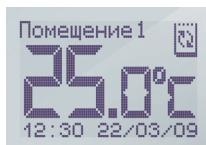

Рис. 17
5. Нажмите кнопку возврата (выход) для перехода в режим основной индикации системы (рис. 17).